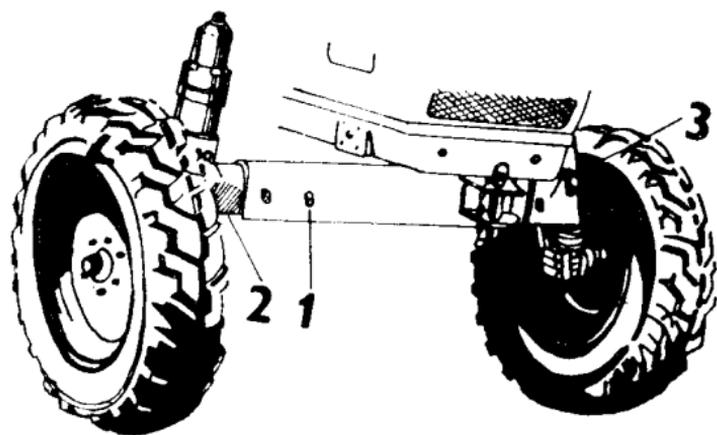

Fig. 15
Réglage de la voie des roues avant (fig. 15)
2. Dévisser les écrous (fig. 15/1) des vis des embouts de l'essieu avant et enlever les vis.
4. Tirer un peu les embouts (fig. 15/2) à la voie désirée et les bloquer de nouveau par des vis et écrous.
1. Dévisser les vis des chapeaux de protection sur le corps de l'embout et déposer ces chapeaux (fig. 15/3).